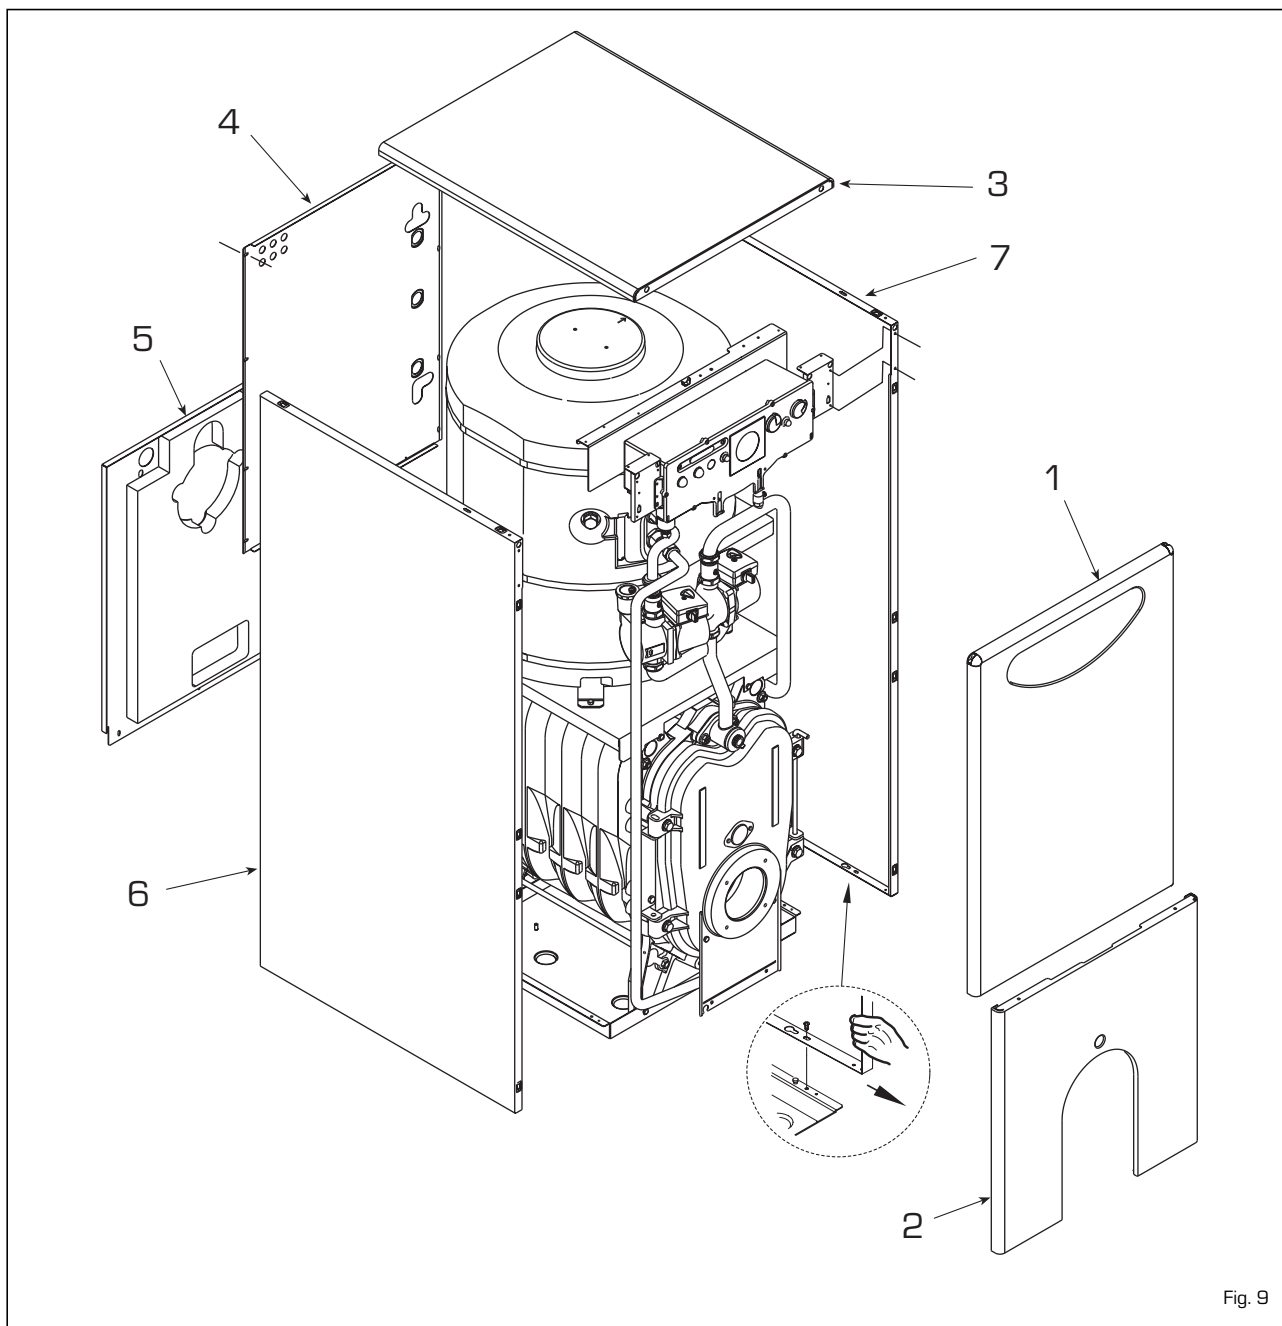

Fig. 9
3.3.3 Desmontagem da carcaça [fig. 9]